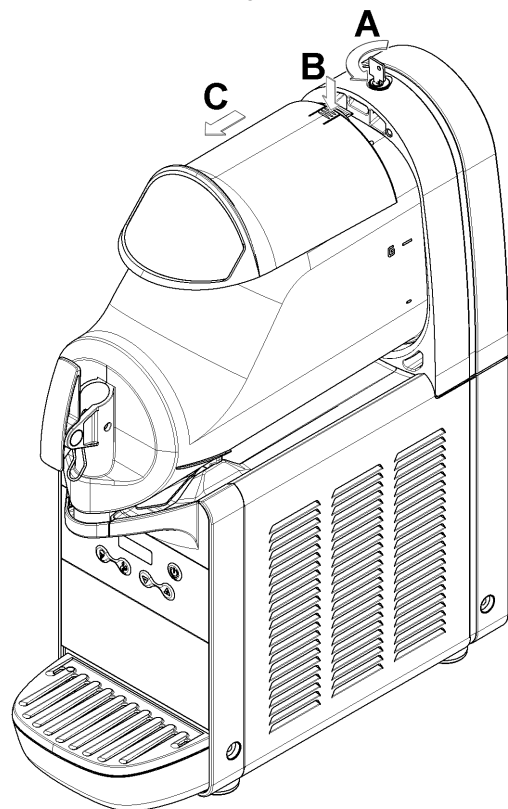

figure 2
**1** Pour enlever le couvercle du bac, appuyer sur la touche supérieure et faire glisser le couvercle vers l'avant du bac. Si le couvercle est équipé d'une serrure de sûreté pour sa fermeture, tourner la clé en sens antihoraire pour déverrouiller la touche d'ouverture (voir figure 2).